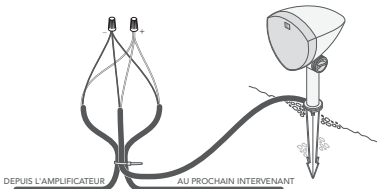

Figure 7
8. Coupez les deux fils pour l'enceinte gauche ou droite (voir les tableaux ci-dessous) et dénudez 3/4 po d'isolation sur les extrémités exposées des fils d'enfouissement, puis dénudez 3/4 po d'isolation des extrémités de la queue de cochon de l'enceinte correspondante (voir Figure 7).
9. Créez une boucle d'environ 250mm (10 po) et utilisez un collier de serrage pour maintenir la boucle et le câble de l'enceinte en place afin de soulager la tension (voir Figure 7).